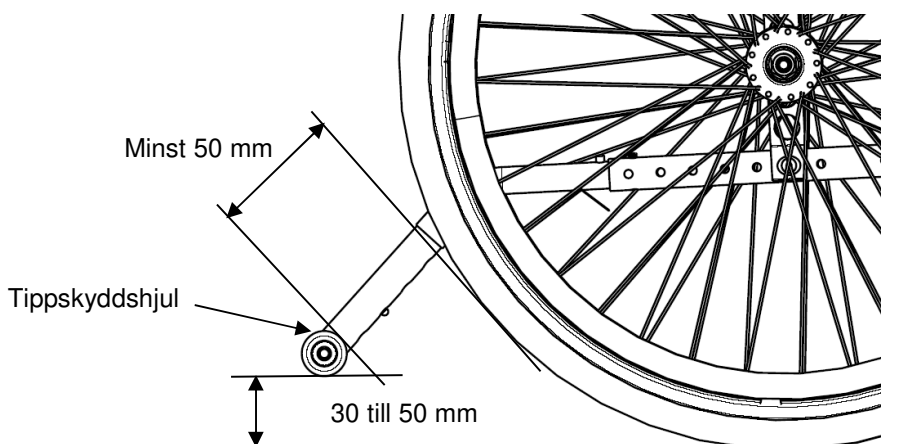

BILD 9.3 Justera tippskydden
OBS! Se till att tippskyddshjulet ALLTID är utanför drivhjulens volym (minst 50 mm), se BILD 9.3.
OBS! Den här proceduren beskrivs i BILD 9.3.
*OBS! Se till att tippskyddshjulet **ALLTID** är bakom drivhjulen (minst 50 mm), se BILD 9.3.*